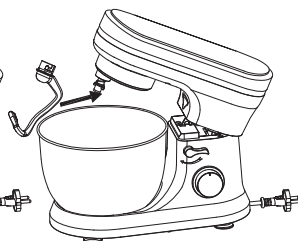
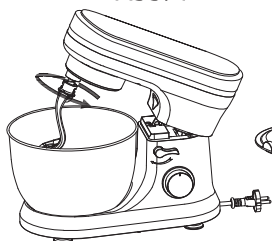

Abb. 3
Abb. 4
- Setzen Sie nun das gewünschte Werkzeug (6, 7 oder 8) in die dafür vorgesehene Werkzeughalterung (1) indem Sie das Werkzeug nach dem Einsetzen entgegengesetzt dem Uhrzeigersinn drehen, bis es fest arretiert ist. [Abb. 3 & Abb. 4]
- Befüllen Sie nun die Rührschüssel (5) mit den gewünschten Zutaten.